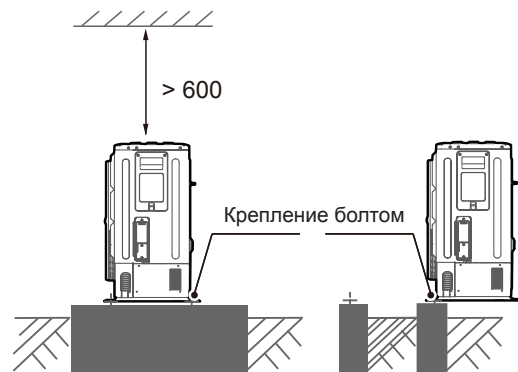

Рисунок 5-1
- Подготовьте бетонное основание в соответствии с характеристиками наружного блока (см. Рисунок 5-1).
- Прочно закрепите опоры кондиционера болтами, чтобы предотвратить его падение в случае землетрясения или сильного ветра (см. Рисунок 5-1).